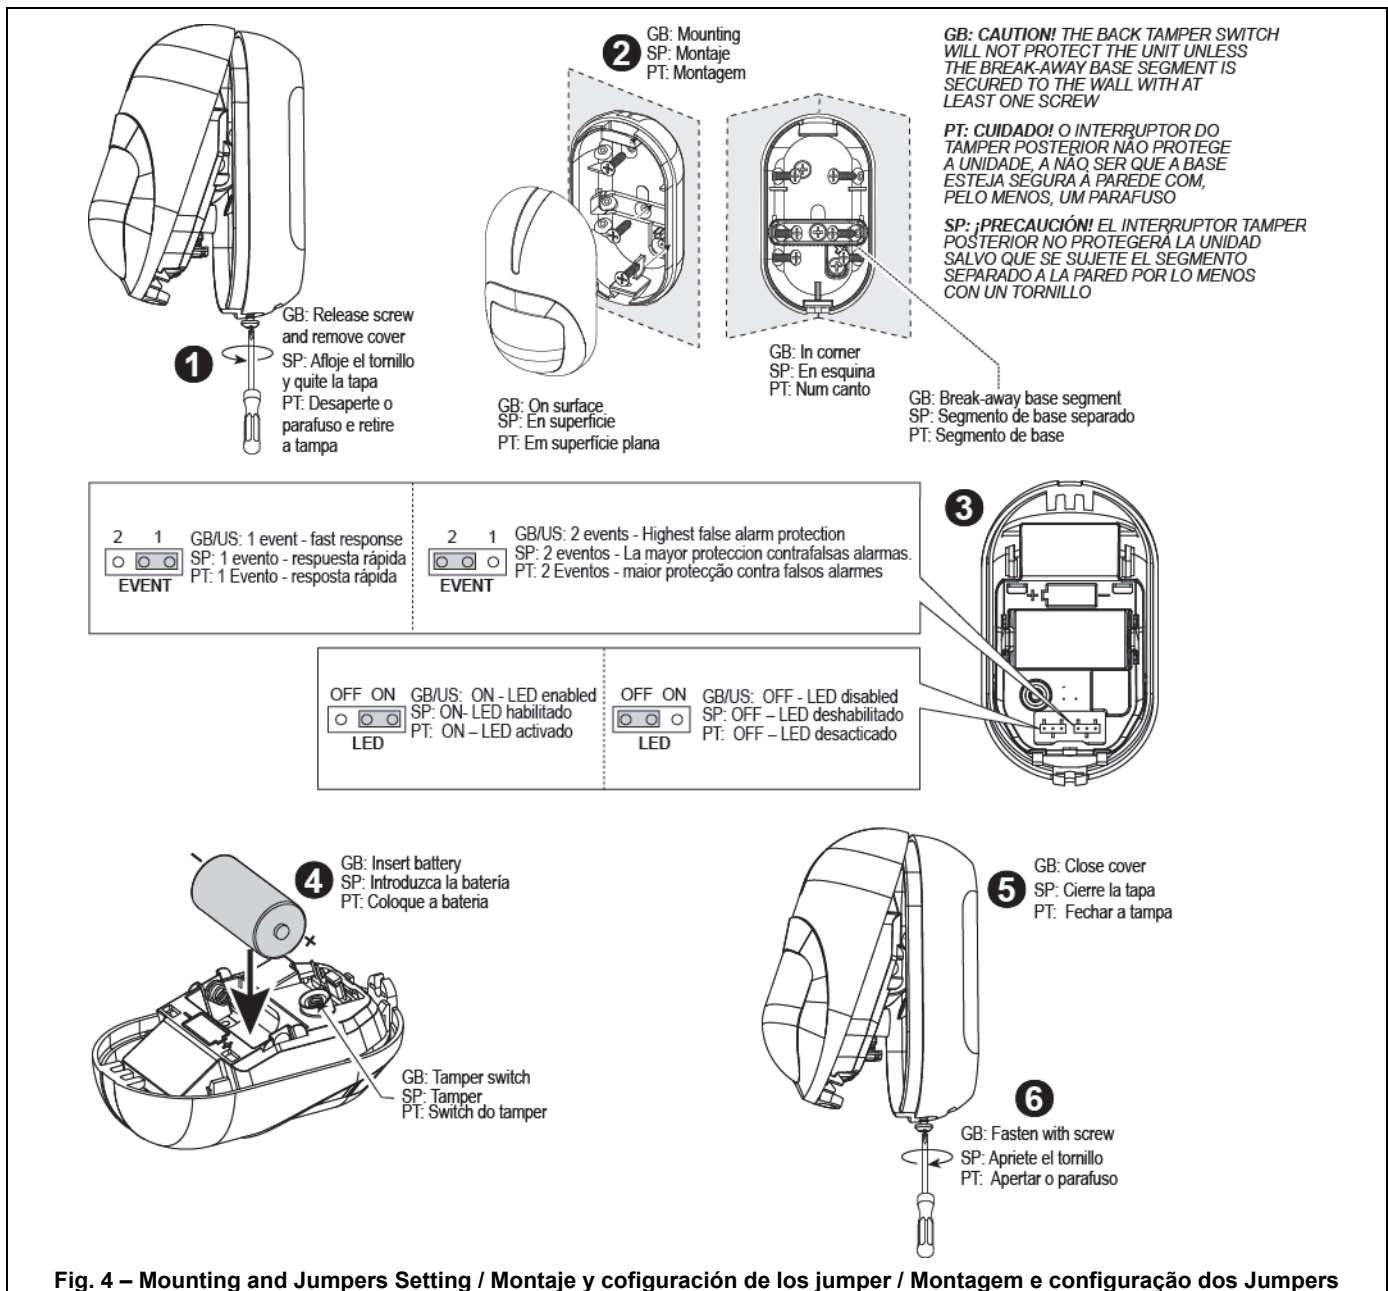

Fig. 4 – Mounting and Jumpers Setting / Montaje y configuración de los jumper / Montagem e configuração dos Jumpers
1. Montagem (ver fig. 4).
2. Instalação da bateria (ver fig. 4)
Com a bateria instalada, prima o interruptor de violação (ver fig. 4) e liberte.
Com a bateria no seu lugar, pressione ambos os tampers de forma simultanea (ver a fig. 4) e solte-os. O LED frontal pisca durante 2 minutos até que o detector se estabilize.
5. Configurações dos jumpers (ver fig. 4).